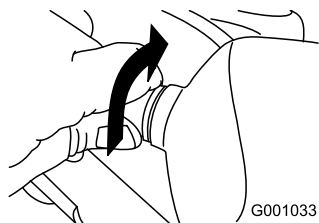

Bild 51
- Drehen Sie den Sockel der Glühbirne nach links, bis er stoppt (Bild 51).